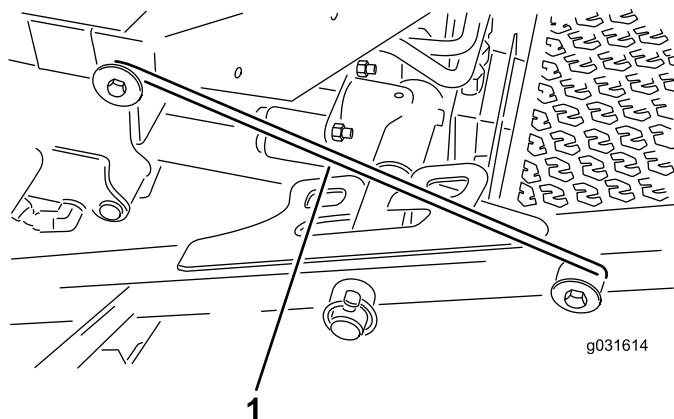

Bild 32
4. Lösen Sie die Riegelstange aus der Halterung am vorderen Trägerrahmen (Bild 32).
5. Heben Sie die Außenseite der Frontmähwerke an und positionieren den Riegel über den an der Vorderseite der Fahrerplattform befestigten Rahmenstift (Bild 32).